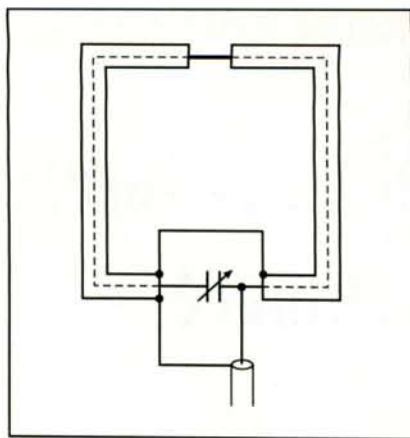

Fig. 4 - La versione in cavo schermato
Riferiamoci ora alla versione schermata di fig. 4, che viene spesso usata sulle bande più basse (HF).